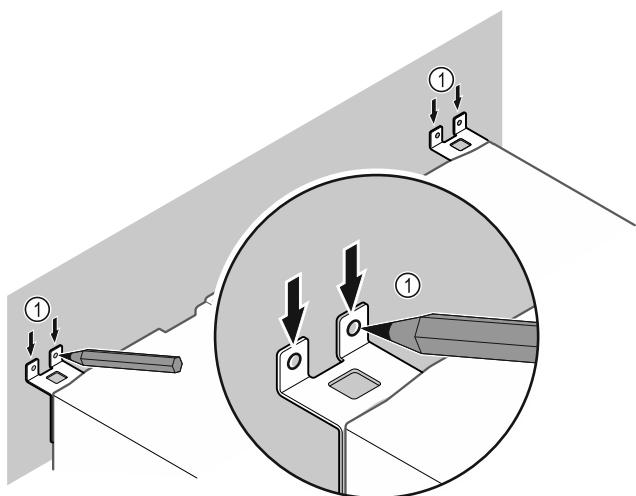

Fig. 11
- Puneti marcaje pe perete Fig. 11 (1).